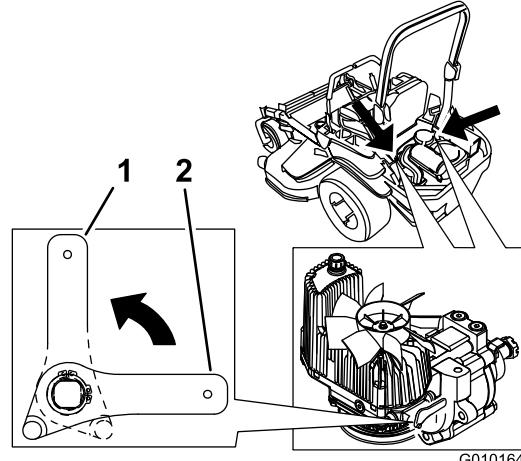

Bild 36
2. Drehen Sie zum Schieben der Maschine das Sicherheitsventil heraus. So kann Hydrauliköl an der Pumpe vorbei direkt zu den Rädern fließen, die sich daraufhin drehen können (Bild 36).
4. Stellen Sie die Ablassventilhebel zum Schieben der Maschine horizontal (Bild 36).